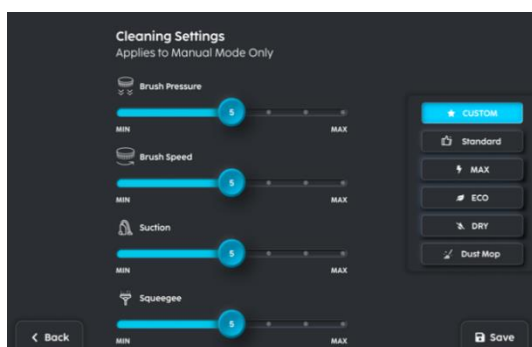

FIGURE 5-28
3. Pour 'Personnalisé', les curseurs (Fig. 5-28) contrôlent la Pression de la brosse, la Vitesse de la brosse, l'Aspiration, la Pression de la raclette, l'Intervalle de pulvérisation, la Vitesse de la brosse latérale, et la Pression de la brosse latérale. Sélectionnez vos paramètres personnalisés et sauvegardez.